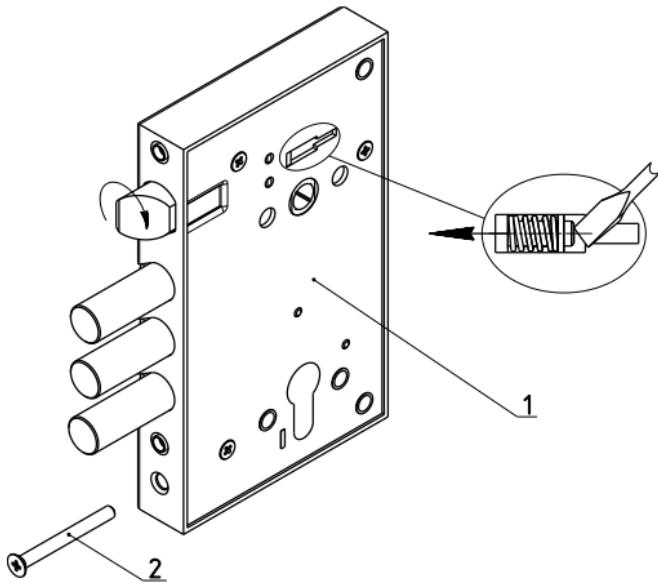

Рис.1
Комплектность замка приведена в таблице и показана на рис. 1.
4.2. Установить, при необходимости, защелку в соответствующее положение для правой или левой двери путем ее выдвижения из корпуса отверткой через паз в крышке замка и разворота на 180° вокруг своей оси (см. рис.1).